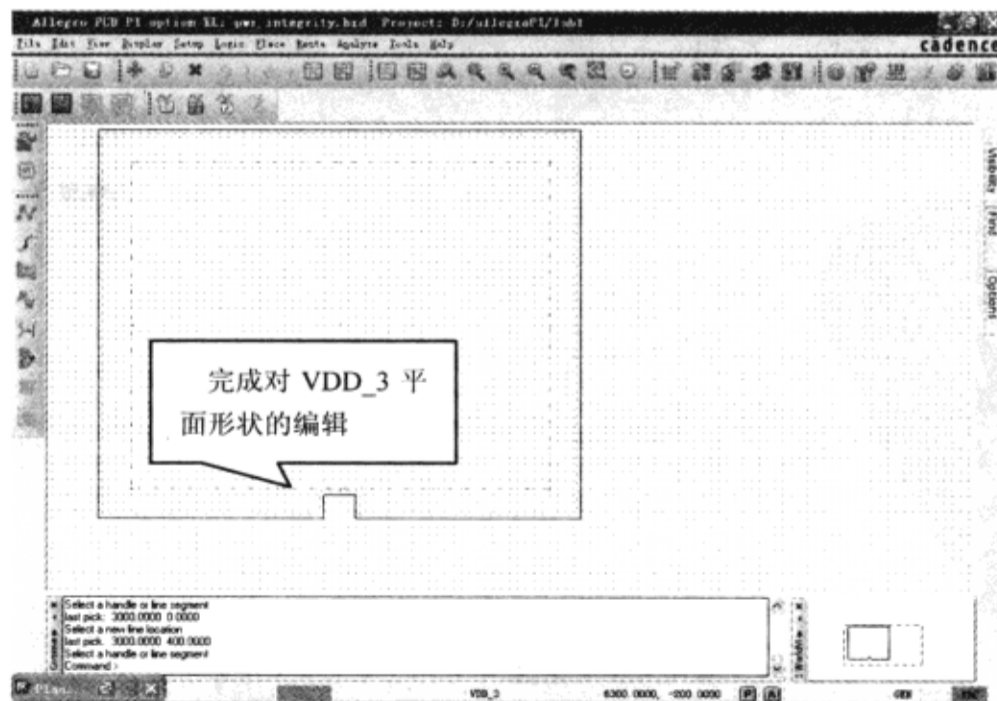

图 7-12-41 完成电源层形状的编辑
(6) 单击图形左边线中点的小长方形，向右移动 400mils (4 个栅格点，坐标是 400.0, 2500.0)。
(7) 单击图形上边线中点的小长方形，向下移动 400mils (4 个栅格点，坐标是 3000.0, 4600.0)。
(8) 移动平面的下边线完成对平面形状的编辑，平面的下边线应该是一条穿过 Y 坐标 400mils 的直线，如图 7-12-41 所示。